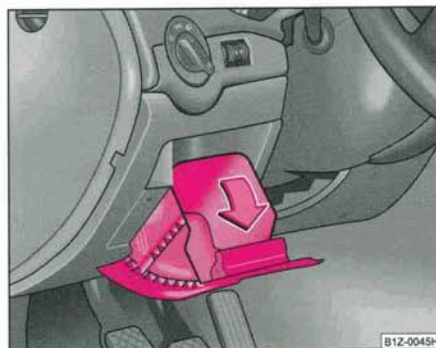

Fig. 101 Tableau de bord: Vide-poches côté conducteur
- Le vide-poches s'ouvre en levant la poignée et le relevant dans le sens de la flèche ⇒ fig. 101.